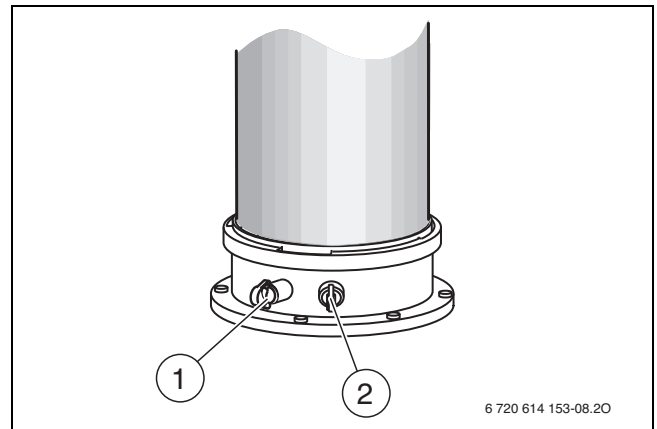

Bild 115 Abgasmesssstutzen und Verbrennungsluft-Messsstutzen
- ▶ Stopfen am Verbrennungsluft-Messsstutzen (→ Bild 115, [2]) entfernen.
- ▶ Stopfen am Abgasmesssstutzen (→ Bild 115, [1]) entfernen.